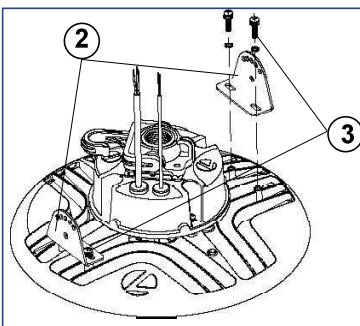

Figure 3
2.1 Retire los cuatro tornillos de la carcasa del accesorio (consulte la Fig. 3).
2.2 Instale las bases (2) de la ménsula de montaje en la carcasa del accesorio alineando los orificios de montaje con los orificios de la carcasa. Instale los tornillos (3) de montaje proporcionados para fijar las bases de la ménsula de montaje a la carcasa del accesorio. (Consulte la Fig. 3).